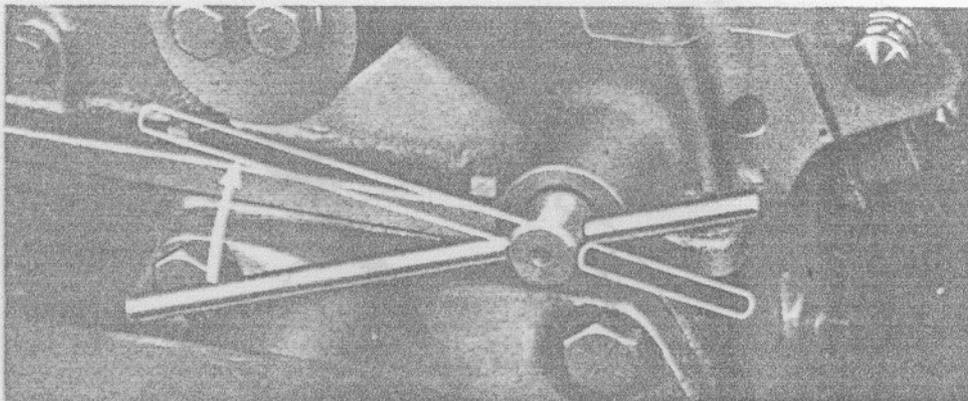

Fig. 36
- Tirer vers le haut le levier placé sous le bras de relevage gauche (fig. 36).